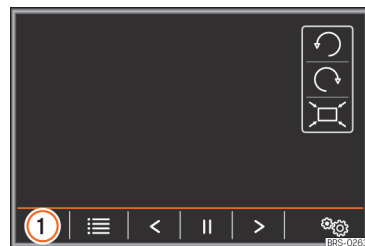

Abb. 212 Bilder-Hauptmenü.
- Funktionsfläche »» **Abb. 212** ① antippen, um die Quelle auszuwählen, auf der sich die Bilddateien befinden.